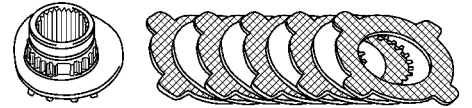

图 14-173 安装止推垫圈和离合器片
2) 按图 14-173 所示的办法安装止推垫圈和离合器片。然后再装上侧齿轮。